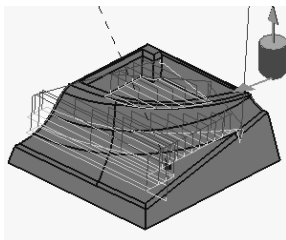

图 2-40 “One-way same” 示意图
- “One-way same”: 用于产生一系列单向的平行线性刀具路径轨迹。在横向进给时, 刀具直接沿切削区域轮廓切削。单向轮廓能够始终严格保持单纯的顺铣或逆铣, 如图 2-40 所示。